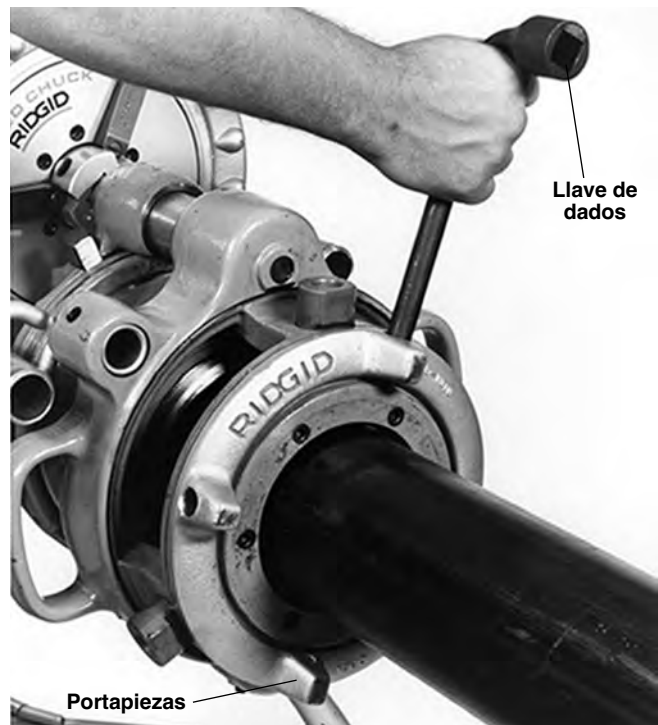

Figura 20 – Cómo apretar el portapiezas
4. Cuidadosamente introduzca y centre el extremo del tubo en la garganta de las terrajas y gire el portaherramientas para apretar las mordazas alrededor del tubo. Se puede introducir el extremo de una llave de dados en los agujeros de la placa para apretar las mordazas. No golpee la placa para apretar las mordazas, ya que esto la puede dañar. Use la llave de dados para apretar el tornillo de retención en la mordaza. Asegure que la roscadora a engranajes esté bien conectada al tubo, en forma estable y bien alineada (Figura 20).